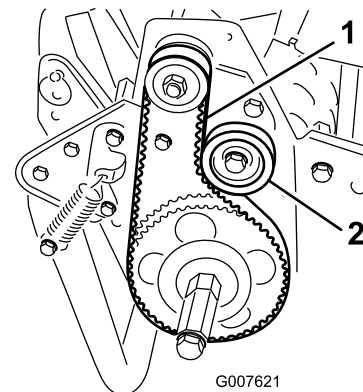

Figura 41
2. Verifique a tensão pressionando a correia a meio curso entre as polias (Figura 41) com uma força de 18 a 22 Nm. A correia deverá flectir-se 6 mm.
- A. Desaperte a porca de montagem da polia intermédia e incline-a para o lado de trás da correia até que obtenha a tensão desejada da correia (Figura 41).